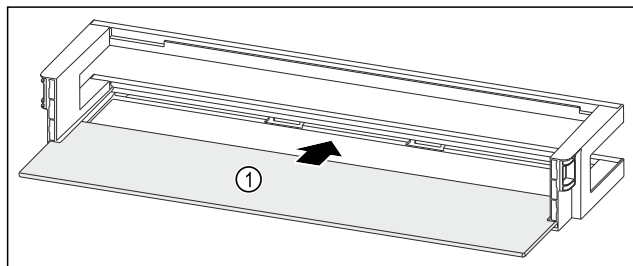

Fig. 141 Balconcino controporta con ripiano
- Inserire il ripiano Fig. 141 (1) negli incavi laterali.